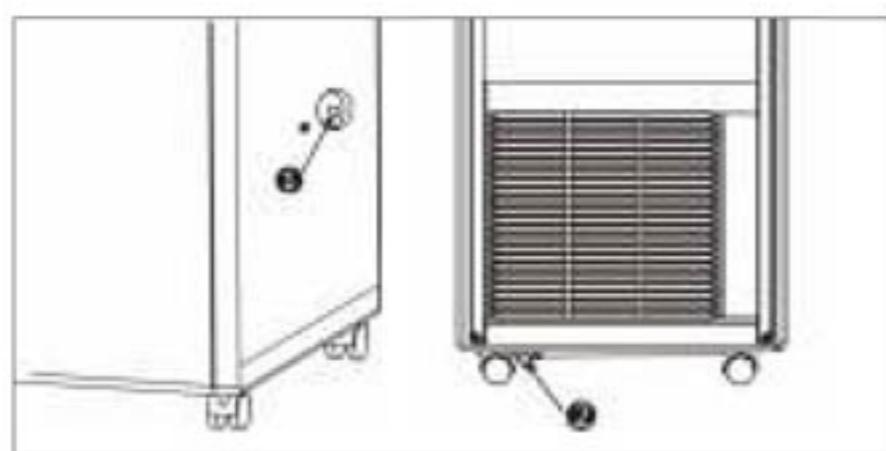

Рис. 10
- Когда устройство работает в режиме охлаждения, установка дренажной трубы для отвода конденсата не требуется, т.к. конденсат испаряется автоматически. Убедитесь, что когда устройство находится в работе, резиновая заглушка сливного шланга надежно закреплена (см. рис.10).
- При работе в режиме обогрева выньте резиновую заглушку (2) сливного шланга (Рис.10), установите соответствующий сливной шланг, чтобы повысить эффективность обогрева.
- При работе в режиме осушения выньте резиновую заглушку (2) сливного шланга, установите соответствующий сливной шланг.
При заполнении емкости для сбора конденсата воду необходимо сливать, иначе прибор не будет работать. Сливать конденсат необходимо, открыв нижнюю заглушку у основания прибора (Рис.10 поз.2).
Для постоянного отвода конденсата в условиях повышенного уровня влажности в помещении можно использовать отверстие для постоянного отвода конденсата в центре прибора (Рис.10 поз.1).